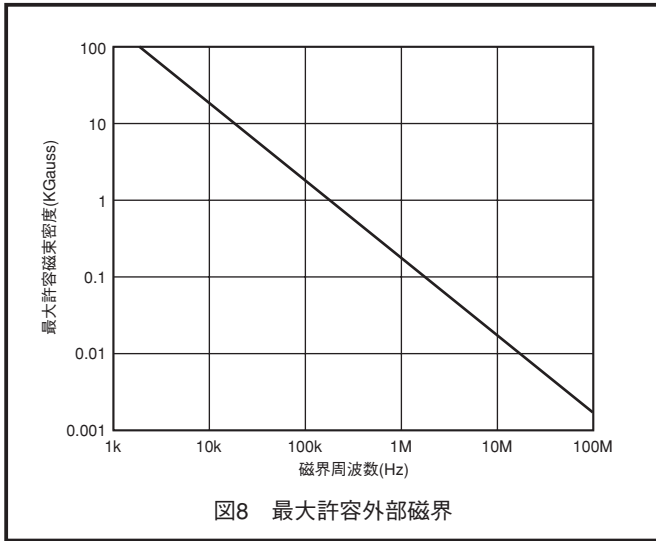

図8 最大許容外部磁界
- 外部磁界耐性については、「動作方法、DC精度、磁界耐性」、および図8と図9を参照してください。
ADuM1100受信側コイルの形状が与えられ、かつ誘導電圧がデコーダにおける0.5V余裕の最大50%であるという条件が与えられ、最大許容磁界は図8のように計算されます。